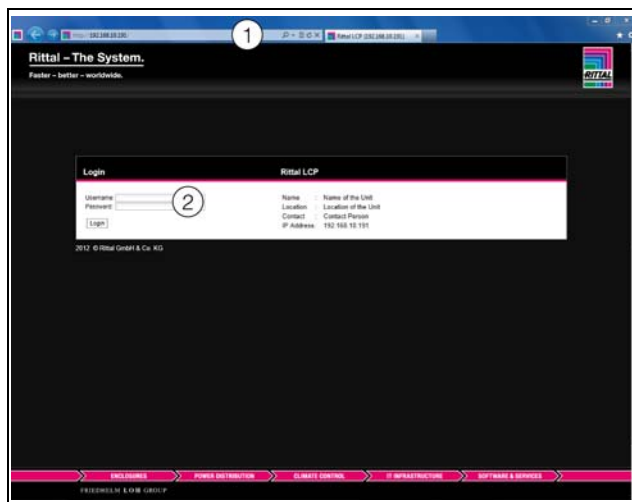

Рис. 75: Страница авторизации при HTTP-подключении
- Задайте в браузере адрес **http://192.168.0.190** (рис. 75, поз. 1). Откроется страница авторизации устройства.
- Введите имя пользователя **admin** и пароль **admin** (рис. 75, поз. 2).